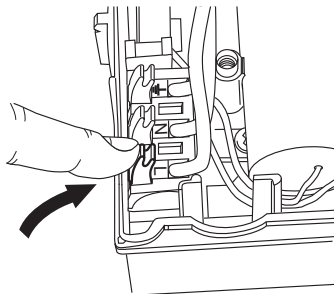

Рис. 7:
**Выполненные ненадлежащим образом транспортировка и промежуточное хранение могут привести к материальному ущербу (рис. 7).**